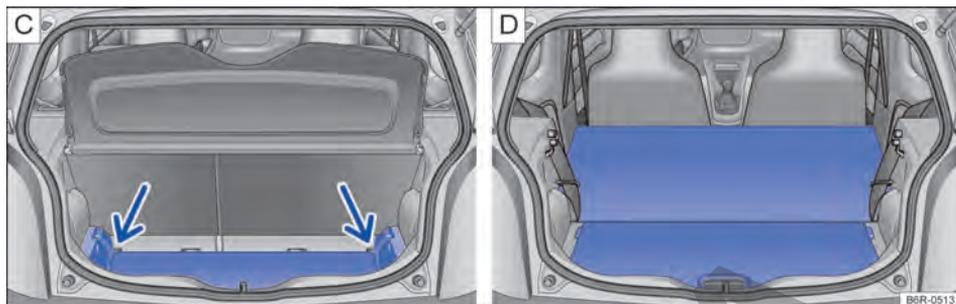

Fig. 94 C: expandir el maletero hacia abajo. D: expandir el maletero hacia adelante.
- Levantar el piso del maletero y empujar hacia abajo, hacia la guía → fig. 94 C (flechas).